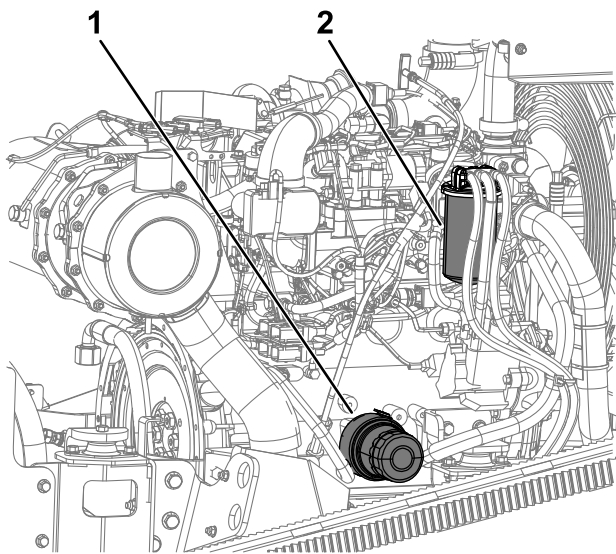

Figura 93
3. Cambie el aceite del motor como se muestra en Figura 93.